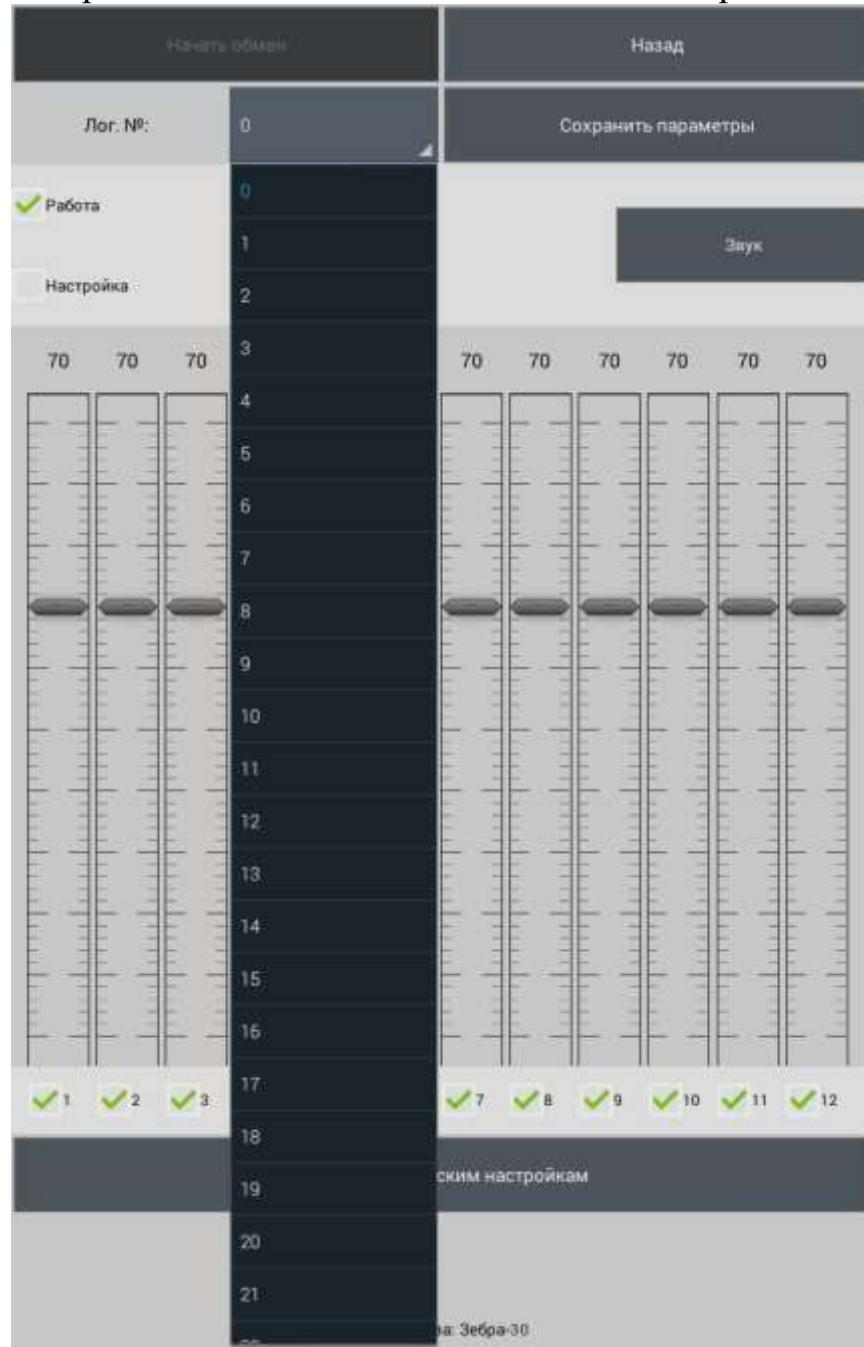

Рисунок 2.26
2.3.7.4.10 Для смены логического номера необходимо выбрать из списка новый логический номер (рисунок 2.26). После успешной смены логического номера всплывает надпись «Логический номер изменен».